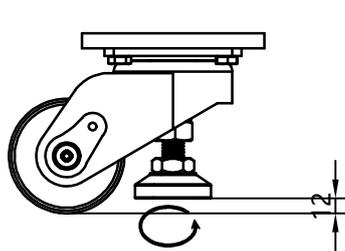

图4
①如图4所示，推荐行走状态脚杯向上（顺时针）调节量为0-12mm（以地面为基准），最大调节量为16mm（丝杆不突出脚轮底板）。